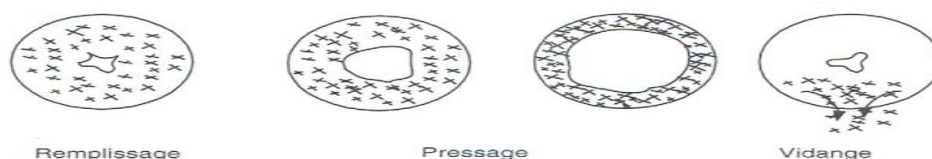

Figure 3 : Presse pneumatique
- les *presses pneumatiques* (figure 3). Un tube élastique, lorsqu'on le gonfle, presse la masse vers la paroi perforée. Elles sont très utilisées pour le raisin. Les types de presses ci-dessus jouent sur des pressions limitées à 15-20 bar au maximum. Ils concernent donc des produits mous ;